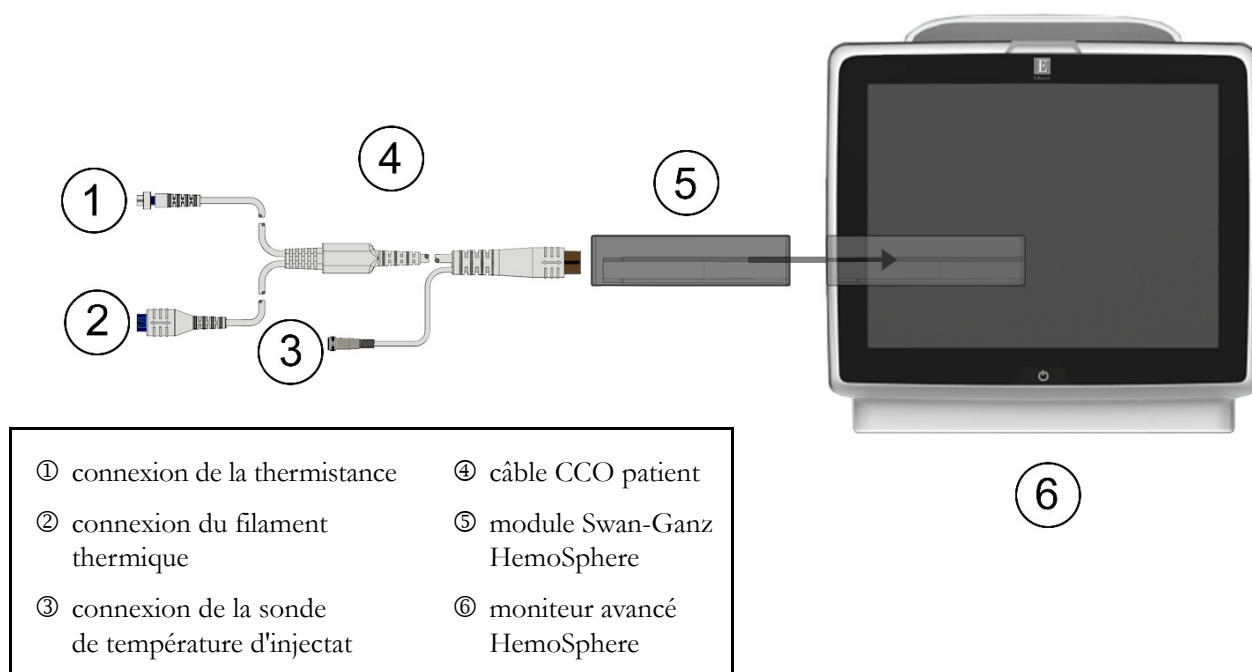

Figure 4-1 Présentation de la connexion de surveillance du module Swan-Ganz HemoSphere
Consulter la figure 4-1 pour obtenir des informations sur les connexions de surveillance du module Swan-Ganz HemoSphere.
- 9 Raccorder les connexions de cathéter CCO Swan-Ganz de la thermistance ① et du filament thermique ② (figure 4-1) au câble CCO patient.
- 9 Raccorder la connexion de thermistance du cathéter Swan-Ganz (①, figure 4-1) au câble CCO du patient.
- 10 Raccorder la sonde de température d'injectat (en ligne ou à immersion) au connecteur de sonde de température d'injectat ③ sur le câble CCO patient. Le type de système d'injection (en ligne ou à immersion) est détecté automatiquement.
- 9 Raccorder les connexions de cathéter volumétrique Swan-Ganz de la thermistance ① et du filament thermique ② (figure 4-1) au câble CCO patient.